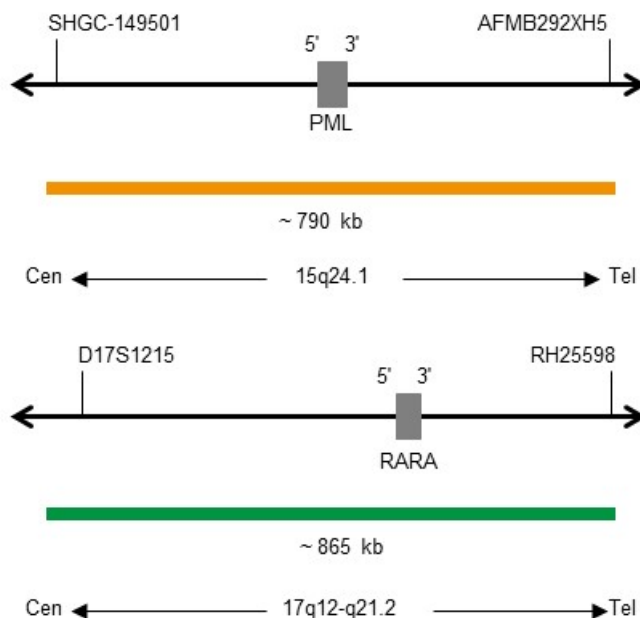

Fig. 1: In alto: Mappa della sonda SPEC PML; In basso: Mappa della sonda SPEC RARA (non in scala)
- Polinucleotidi (~12.0 ng/ μ l) marcati con ZyGreen (eccitazione 503 nm/emissione 528 nm), le cui sequenze target mappano in 17q12-q21.2* (chr17:37,953,503-38,818,030) (vedere Fig. 1).
- Polinucleotidi (~6.0 ng/ μ l) marcati con ZyOrange (eccitazione 547 nm/emissione 572 nm), le cui sequenze target mappano in 15q24.1* (chr15:73,910,690-74,699,298) (vedere Fig. 1).